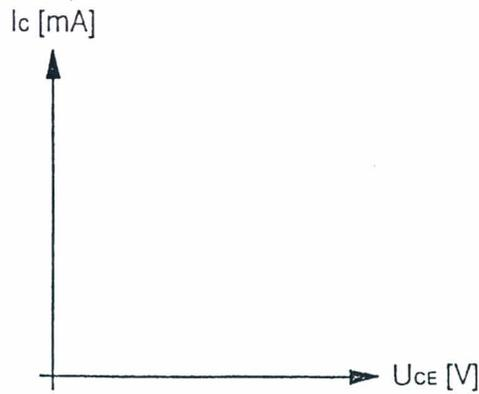

Fig. 6.3
23. Situar en la Fig. 6.3 los puntos que tengan por coordenadas los valores de  $I_C$  y  $U_{CE}$ : los puntos están en la línea de carga estática;